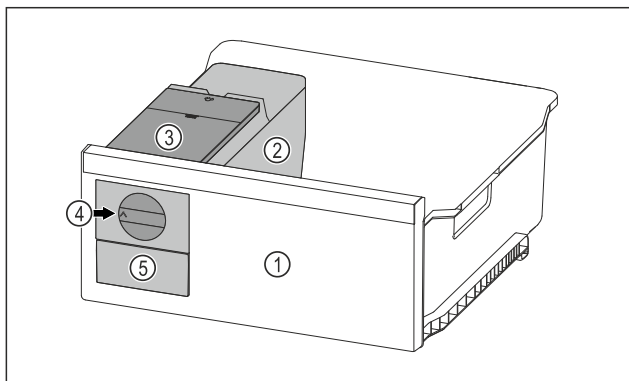

Fig. 75 Voorbeeld
- ▶ Draaiknop Fig. 75 (4) rechtsonder tot aan de aanslag draaien.
- ▷ Ijsblokjes vallen uit de ijsblokjeschaal in de ijsblokjeslade Fig. 75 (5).